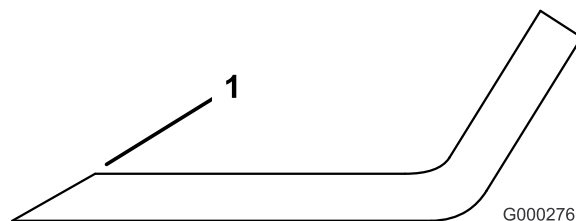

Figure 95
1. Au moyen d'une lime, aiguiser les tranchants aux deux extrémités de la lame (Figure 95). Veillez à conserver l'angle de coupe d'origine. Limez la même quantité de métal sur chacun des deux tranchants pour ne pas déséquilibrer la lame.